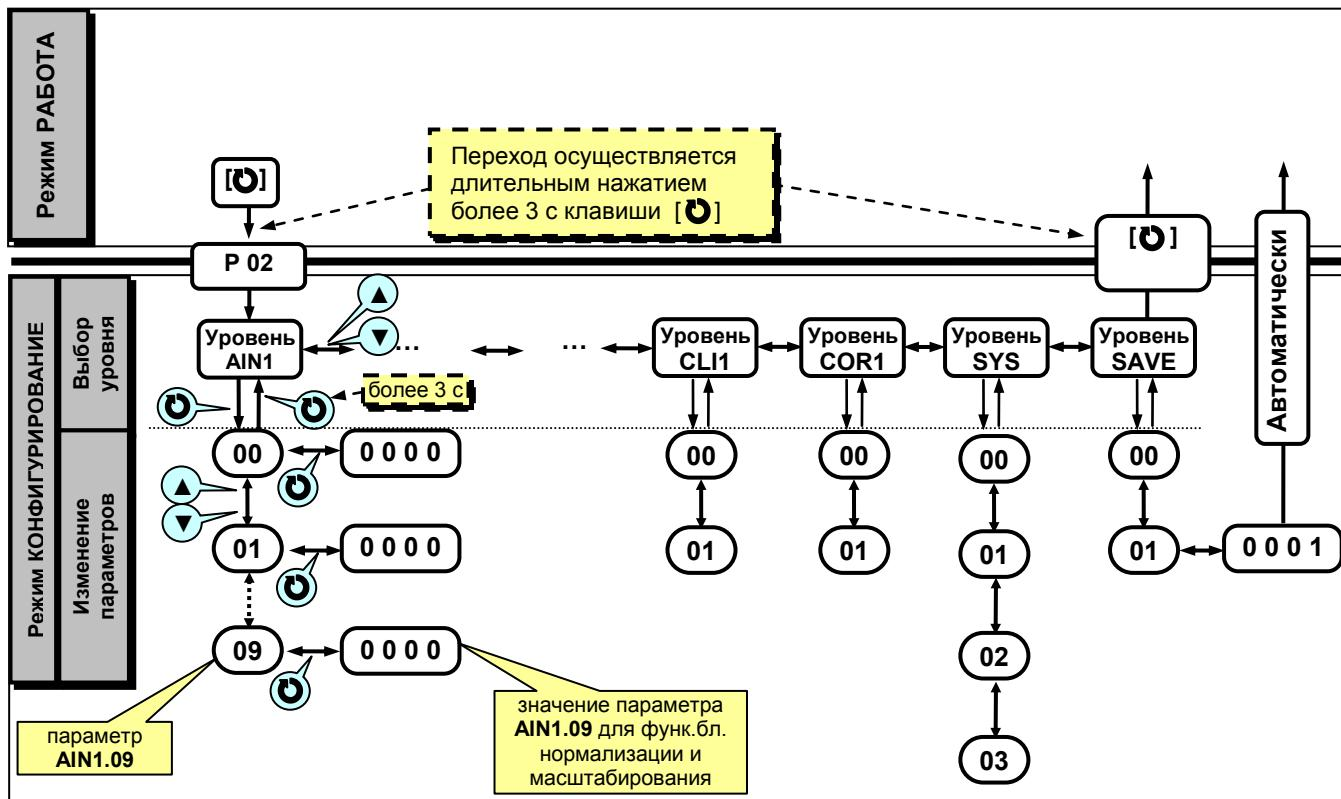

Рисунок 4.7.1 - Диаграмма уровней конфигурации и настроек
4.7.2 Параметры разделены по группам, каждая из которых называется "уровень". Каждое заданное значение (элемент настройки) в этих уровнях называется "параметром". Параметры, используемые в преобразователе ПНС-12, сгруппированы в 13 уровней и представлены на диаграмме (рисунок 4.7.1).
В дальнейшем по тексту руководства идет ссылка на параметр в виде XXXX.УУ (например ALRM.00), где XXXX – название УРОВНЯ, а УУ – номер пункта меню (смотри рисунок 4.7.1).